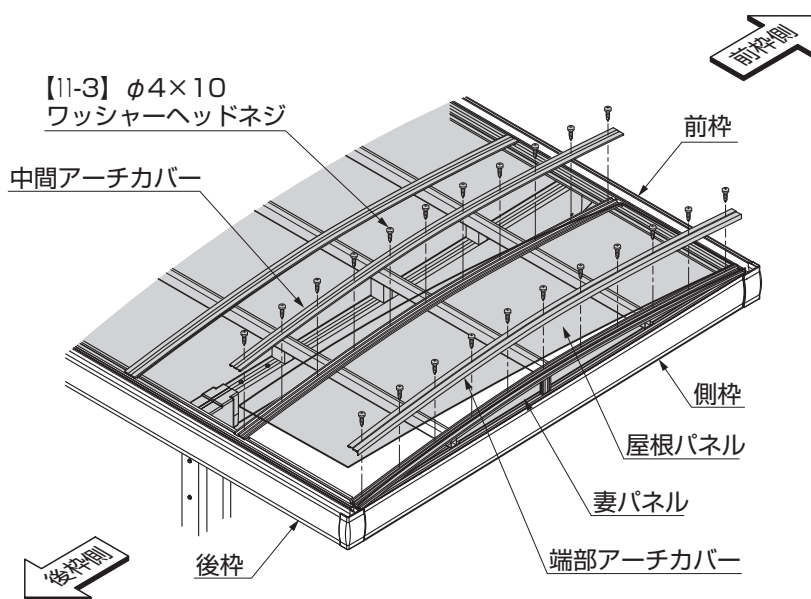
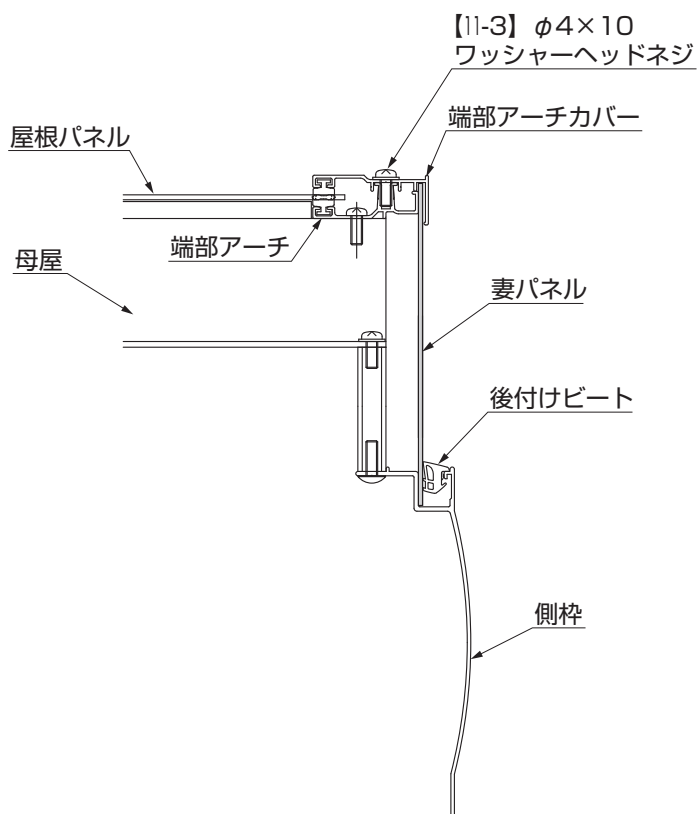

図7-2
図7-3
- ②端部アーチカバーを妻パネルと屋根パネルの両方にかぶせて前枠側からアーチに【11-3】で取付けてください。(図7-2、図7-3参照)